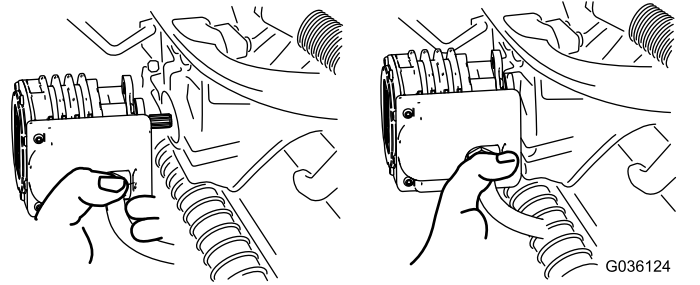

Figure 58
4. Amenez le moteur à la position de rangement sur l'avant du bras de suspension (Figure 58).